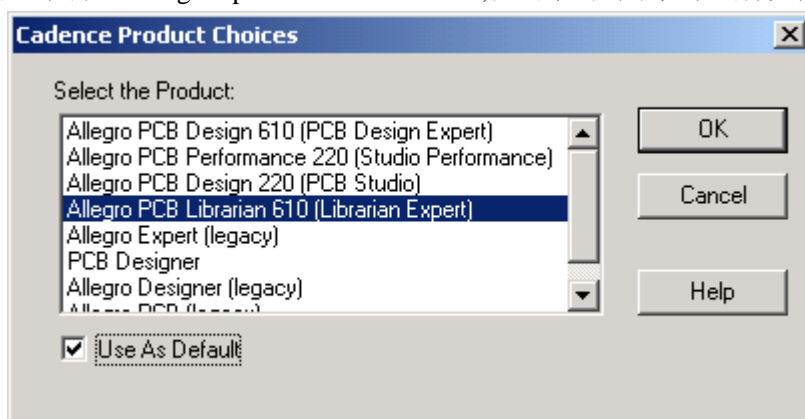

图 6-14
1) 开始---程序----allegro spb 15.2---PCB Editor ,在出来的对话框中选择如图 6-14